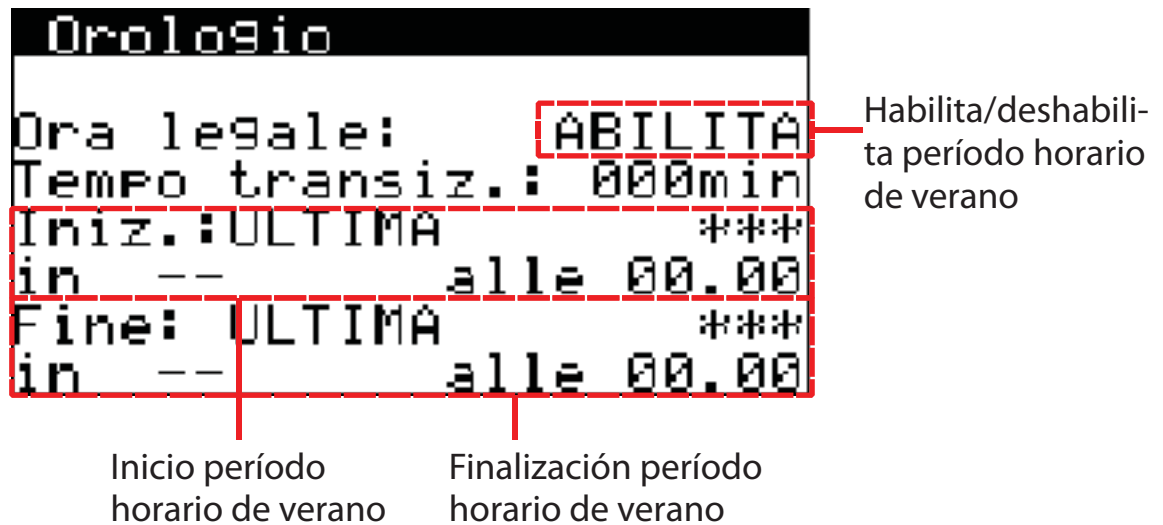

Fig. 13
6. pantalla de las configuraciones del horario de verano (Fig. 13)
3. Desde la pantalla de las configuraciones del horario de verano (Fig. 13) apretar la tecla Enter   para habilitar las modificaciones